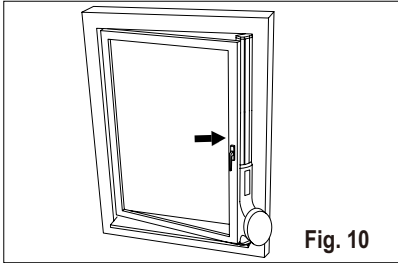

Fig. 10
2. Mettere il dispositivo per l'attacco alla finestra sul davanzale. Regolare la lunghezza del dispositivo per l'attacco alla finestra in base all'altezza della finestra (Fig. 10).